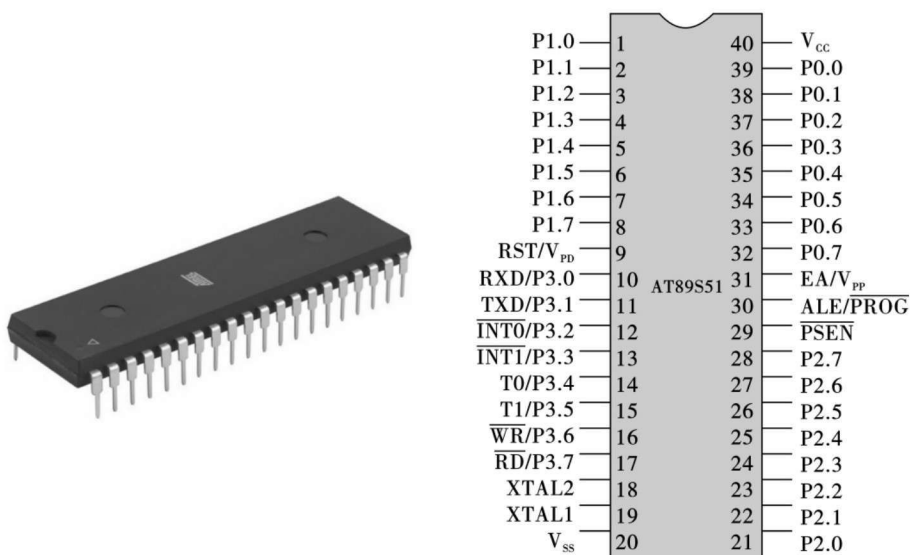

图 1.2 MCS - 51 引脚及实物图
(2) MCS - 51 是标准的 40 引脚双列直插式集成电路芯片,引脚分布参照图 1.2。